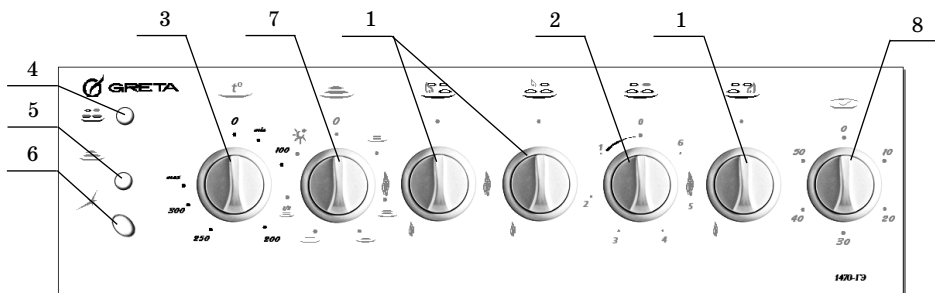

Рис. 5
Плита может иметь таймер механический для подачи звукового сигнала. Диапазон устанавливаемого времени 1..60 мин. Включение таймера осуществляется соответствующей ручкой (поз. 8 рис.5, 6) на панели управления поворотом по ходу часовой стрелки.
**Описание ручек расположенных на панели управления (см. рис. 5,6,7).**
– Ручка включения электроконфорки поз.2 (см. рис. 5 для исп. 00, 02, 10).
**Описание выключателей и контрольных лампочек (см. рис.5,6 ).**
– контрольная лампочка конфорки стола поз.4 (см. рис.5 для исп. 00, 02, 10);